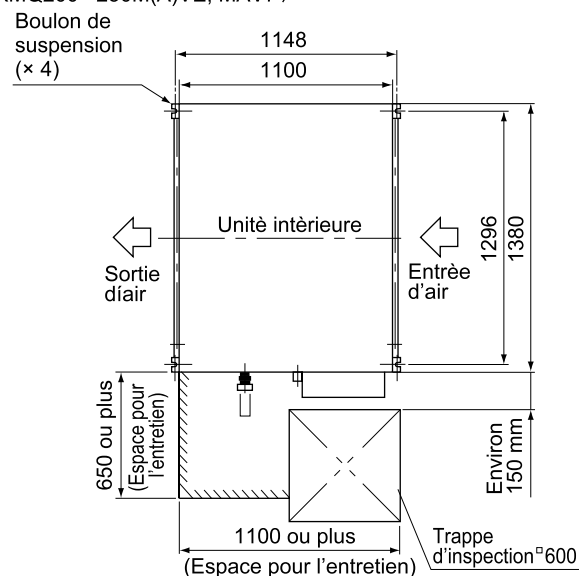

Fig. 2 (longueur : mm)
- (1) Pions relatives de l'unité intérieure et du boulon de suspension (Reportez-vous à la Fig. 2)**